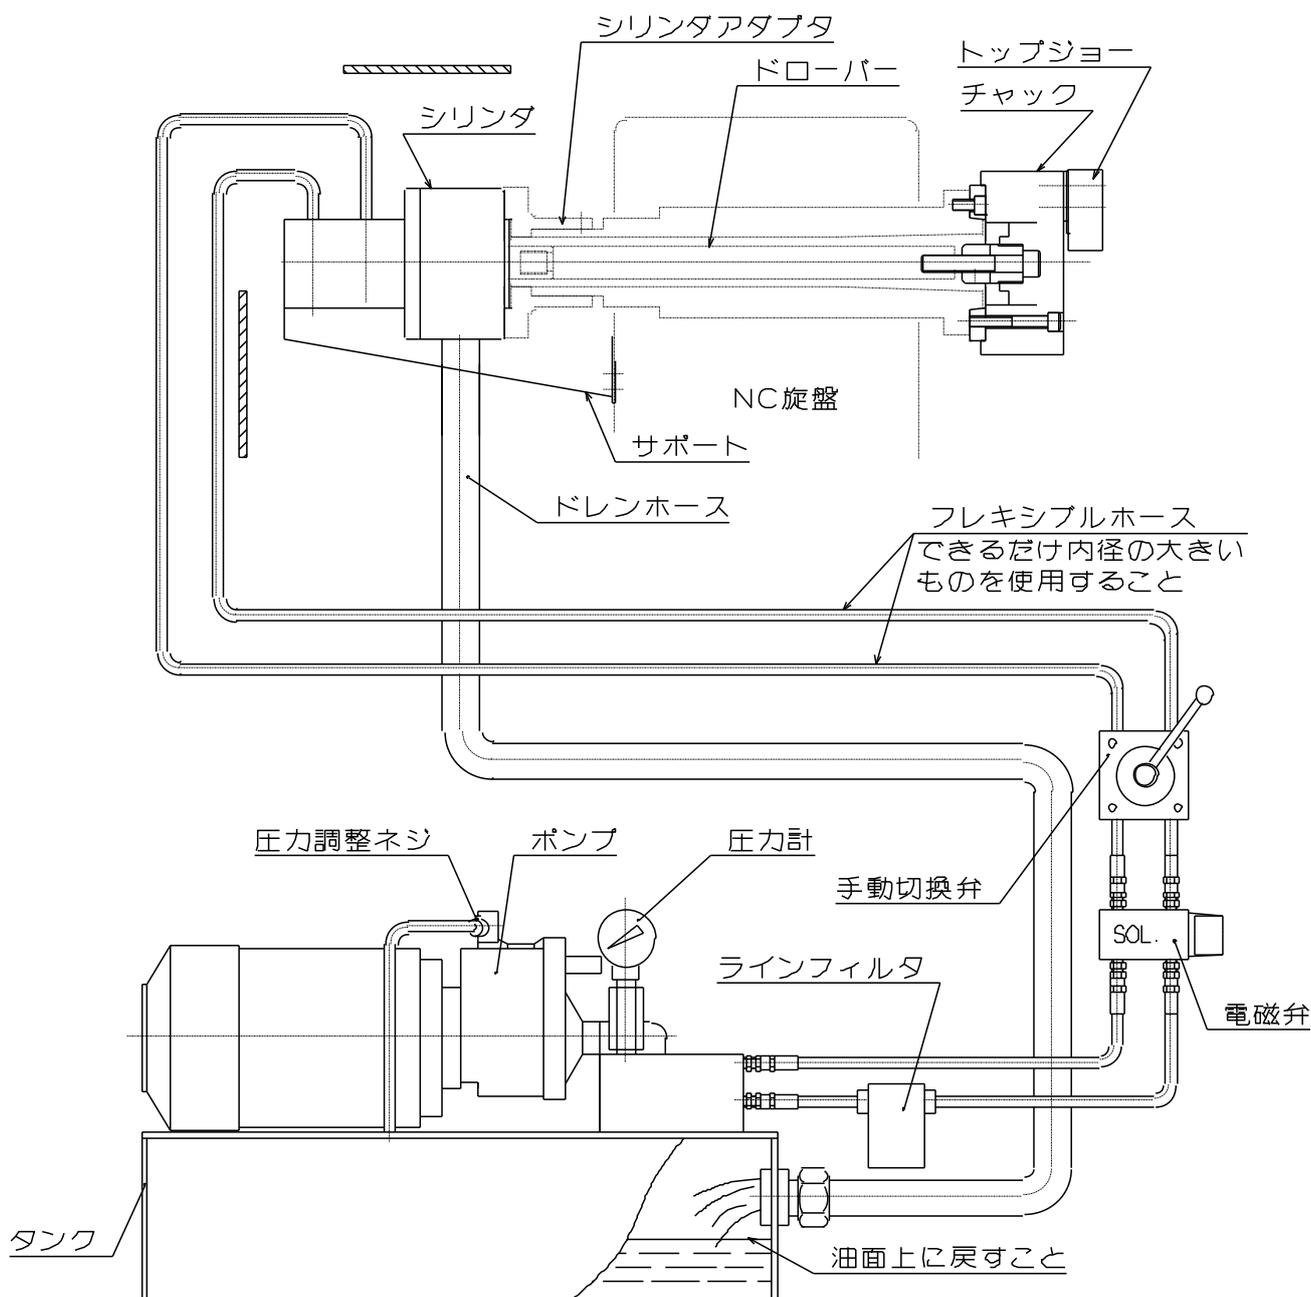

図 20
- ・ ドレンは必ず油圧ユニットの油面上に戻すこと。(図 20 参照)